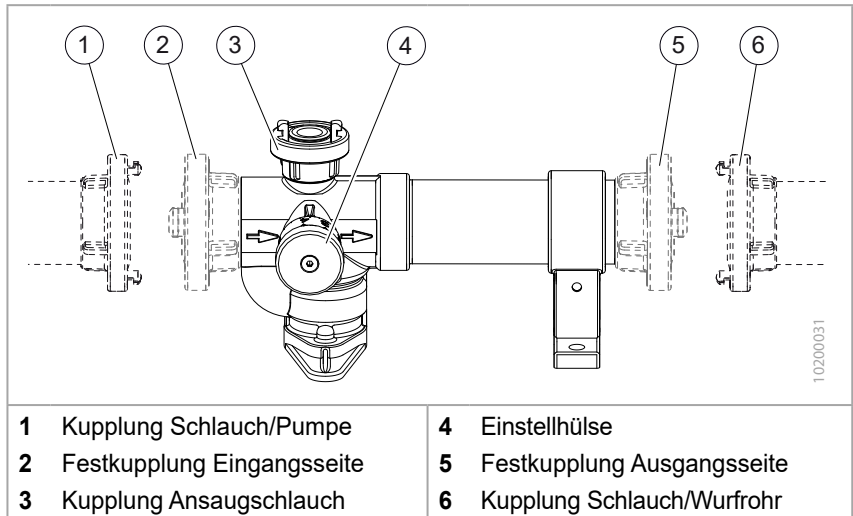

Fig. 2 Handhabung
1. Die Kupplung des pumpenseitigen Schlauchs (Fig. 2/1) mit der Festkupplung der Eingangsseite (Fig. 2/2) mit der Hand oder einem Kuppelungsschlüssel anschließen.
2. Die Kupplung des rohrseitigen Schlauchs (Fig. 2/6) mit der Festkupplung der Ausgangsseite (Fig. 2/5) mit der Hand oder einem Kuppelungsschlüssel anschließen.
3. Einstellhülse (Fig. 2/4) auf die erforderliche Zumischrate einstellen.
4. Ansaugschlauch am Zumischer ankuppeln (Fig. 2/3) und in den Schaummischbehälter einführen.